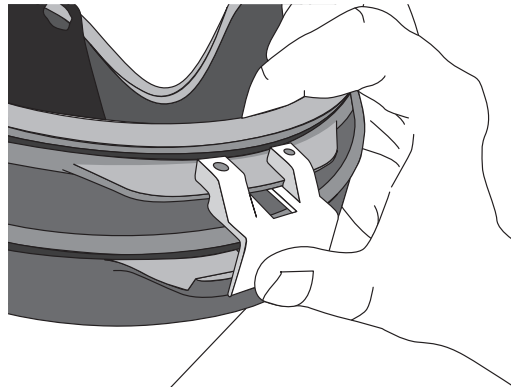

Fig. 2
4. Placer le gabarit de trou sur la languette de la mâchoire inférieure de la pièce faciale. S'assurer qu'il est positionné correctement et maintenu fermement comme l'illustre la Fig. 2 (face supérieure du gabarit). Facultatif : Il est possible d'utiliser une pince pour maintenir le gabarit en place.